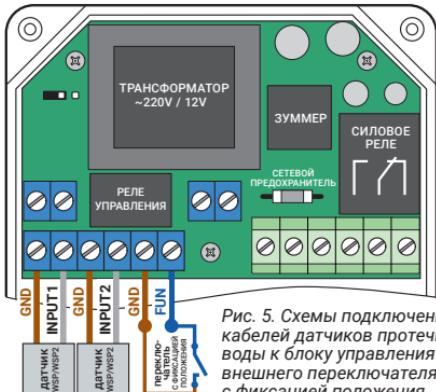

Рис. 5. Схемы подключения кабелей датчиков протечки воды к блоку управления и внешнего переключателя с фиксацией положения
6.2. Рис. 5. Схема подключения кабелей датчиков протечки воды к блоку управления. Все датчики протечки воды подключаются параллельно.
**6.3.** Рис. 5. Схема подключения к блоку управления переключателя (выключателя) с фиксацией положения. Предназначена для дистанционного включения/отключения водоснабжения. При замыкании переключателя шаровой электропривод закроется, подача воды будет отключена. Также отключается выполнение функции «автоповорот». При размыкании переключателя шаровой электропривод откроется, подача воды будет возобновлена.